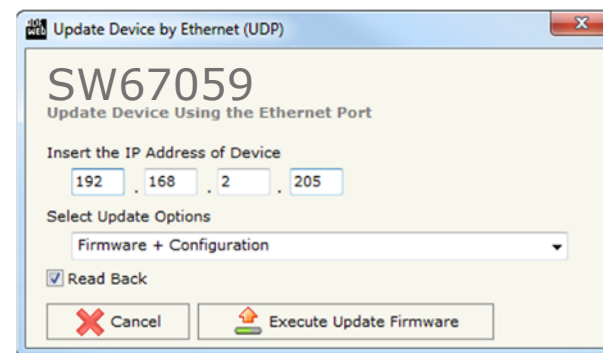

Abb. 11: Geräteupdate HD67059-B2
- Wählen Sie aus, welche Operationen Sie durchführen wollen (Abb. 11).